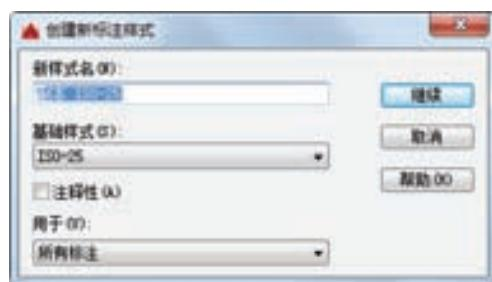

图 6-4 “创建新标注样式”对话框
(2) “新建”按钮 定义一个新的尺寸标注样式。单击此按钮，AutoCAD 打开“创建新标注样式”对话框，如图 6-4 所示。利用此对话框可创建一个新的尺寸标注样式，其中各项的功能说明如下。